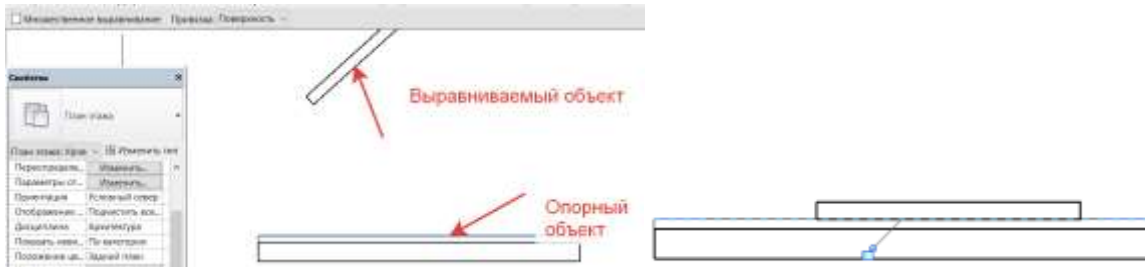

Рисунок 4.36 – Команда Выровнять
**Выровнять.** Выравнивание элементов по выбранному элементу (рис. 4.36). Сначала выбирается элемент, по которому нужно выровнять (опорный), потом – выравниваемый. На панели параметров можно изменить привязку. Можно заблокировать полученную зависимость, закрыв замочек.